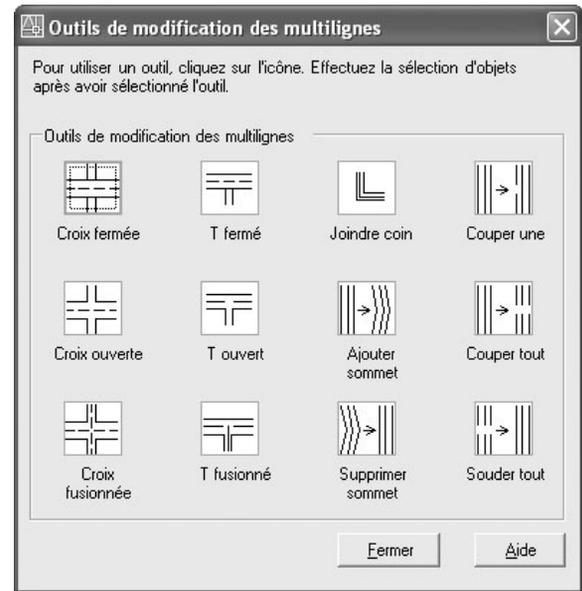

Fig.4.24
- 2 Dans la boîte de dialogue **Outils d'édition des multilignes** (Multiline Edit Tools), sélectionner l'option souhaitée (fig 4.24) :